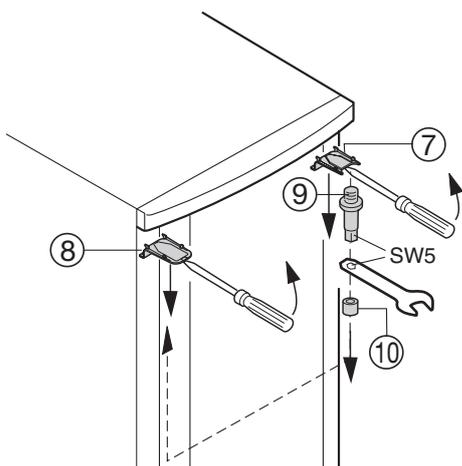

Fig. 2
- Déclipez en avant l'habillage fig. 2 (7) et l'habillage fig. 2 (8) à l'aide d'un tournevis et l'enlever tout droit vers le bas.
- Enlevez le pivot fig. 2 (9) à l'aide d'une entretoise fig.2 (10) et vissez-le sur le côté opposé. Utilisez pour ce faire la vis à tête six pans creux de la clé fournie.
- Monter à nouveau l'habillage fig. 2 (7) sur le côté du pivot. placer à l'arrière, enclencher à l'avant.
- Montez l'habillage fig. 2 (8) sur le côté opposé: placer à l'arrière, enclencher à l'avant.
- Enlevez le pivot fig. 2 (9) en prenant garde à l'entretoise fig. 2 (10) et fermez la porte.